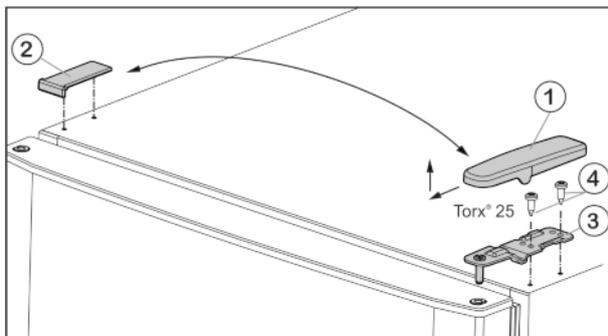
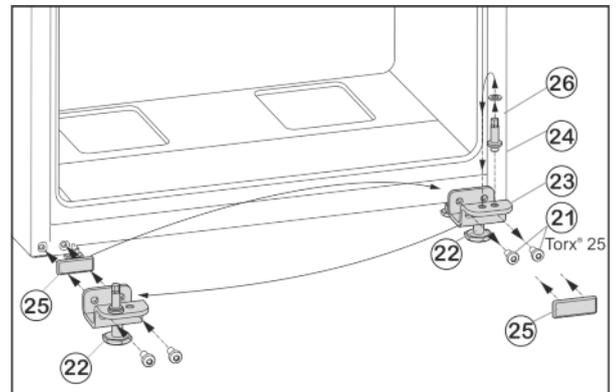

Fig. 4
Fig. 6
- ▶ Estrarre la copertura Fig. 4 (1) tirandola in avanti e verso l'alto.
- ▶ Staccare la copertura Fig. 4 (2).
- ▶ Svitare il blocco di supporto superiore Fig. 4 (3) (2 x Torx® 25) Fig. 4 (4) ed estrarre tirando verso l'alto.
- ▶ Svitare le viti di fissaggio Fig. 6 (21).
- ▶ Rimuovere completamente il cuscinetto di supporto inferiore Fig. 6 (23) con il perno del cuscinetto Fig. 6 (24), la rondella Fig. 6 (26) e il piede di regolazione Fig. 6 (22).
- ▶ Allentare completamente il perno del cuscinetto Fig. 6 (24) con la rondella Fig. 6 (26) nel foro di supporto situato nel lato opposto del cuscinetto di supporto e riavvitare saldamente.
- ▶ Estrarre con cautela la piastra di copertura Fig. 6 (25) e riapplicarla sul lato opposto.
- ▶ Riavvitare **saldamente (con 4 Nm)** tutto il cuscinetto di supporto inferiore Fig. 6 (23) con il perno del cuscinetto Fig. 6 (24), la rondella Fig. 6 (26) e il piede di regolazione Fig. 6 (22) sul nuovo lato della cerniera, eventualmente con l'ausilio di un avvitatore a batteria.
- ▶ Appoggiare la porta inferiore dall'alto sul perno cuscinetto Fig. 6 (24).
- ▶ Inserire il cuscinetto di supporto centrale (13) ruotato di 180° nella porta inferiore e avvitare usando le viti di fissaggio (11) (2 viti Torx® 25) sul nuovo lato della cerniera (**applicando 4 Nm**).
- ▶ Applicare nuovamente la rondella in plastica (10).
- ▶ Posizionare la porta superiore sul cuscinetto di supporto centrale (13).
- ▶ Inserire il blocco di supporto superiore Fig. 4 (3) sul nuovo lato della cerniera nella porta.
- ▶ Avvitare il cuscinetto di supporto superiore **saldamente (con 4 Nm)** (2 giri con chiave Torx® 25) Fig. 4 (4). Eventualmente utilizzare un avvitatore a batteria.
- ▶ Applicare il coperchio Fig. 4 (1) sul lato opposto dall'esterno e bloccarlo.
- ▶ Applicare il coperchio Fig. 4 (2) sul lato opposto dall'alto e bloccarlo.
- ▶ Svitare il piedino regolabile Fig. 6 (22) sul cuscinetto di supporto inferiore Fig. 6 (23), fino a farlo appoggiare sul pavimento.